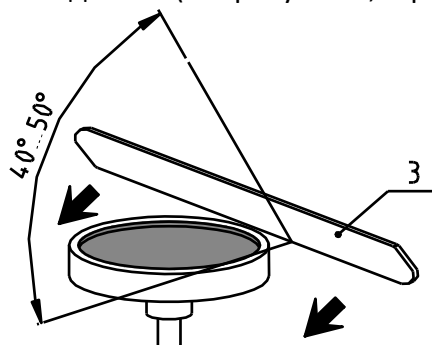

Рисунок 5
- 4.4.3.3 Плотно прижимая поршень к чашечке, нанесите смазку на него с помощью шпателя 3, не допуская образования пузырьков воздуха: сначала внутренние края чашечки, затем весь объем чашечки выше ее толщины. Уплотните смазку шпателем, затем снимите ее излишки ребром шпателя вровень с толщиной чашечки сначала в одну сторону, потом – в другую (см. рисунок 5, страница 8).